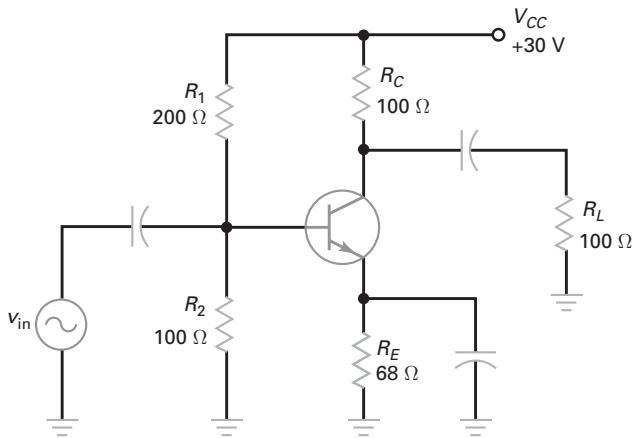

Figura 10-39
- 10-6** Qual é a resistência CC do coletor na Figura 10-39? Qual é a corrente CC de saturação?
- 10-7** Na Figura 10-39, qual é a resistência CA do coletor? Qual é a corrente CA de saturação?
- 10-8** Qual é o valor máximo de pico a pico na saída na Figura 10-39?
- 10-9** Todas as resistências foram dobradas na Figura 10-39. Qual é a resistência CA do coletor?
- 10-10** Todas as resistências foram triplicadas na Figura 10-39. Qual é o valor máximo de pico a pico na saída?
- 10-17** Qual é o dreno de corrente na Figura 10-39?
- 10-19** O sinal de entrada na Figura 10-39 é aumentado até o valor máximo de tensão de pico a pico no resistor de carga. Qual é a eficiência?
- 10-20** Qual é a dissipação de potência quiescente na Figura 10-39?